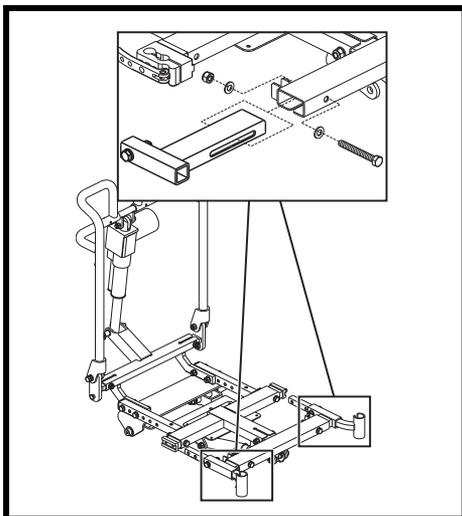

Figura 7. Regolazione della larghezza del poggiatesta
2. Allentare i fissaggi del supporto del poggiatesta. **Vedere figura 7.**